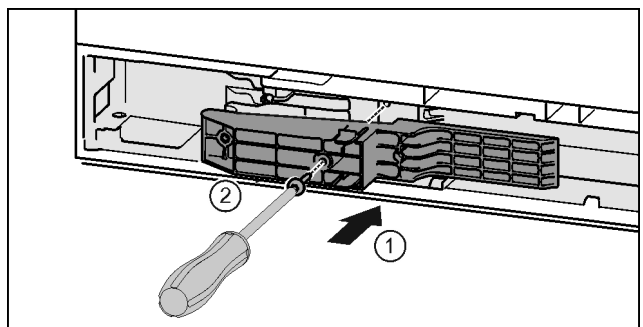

Fig. 45 *
- ▶ 将把手侧的适配件插入凹槽。 Fig. 45 (1)*
- ▶ 用 T15 螺丝刀拧紧螺钉。 Fig. 45 (2)*